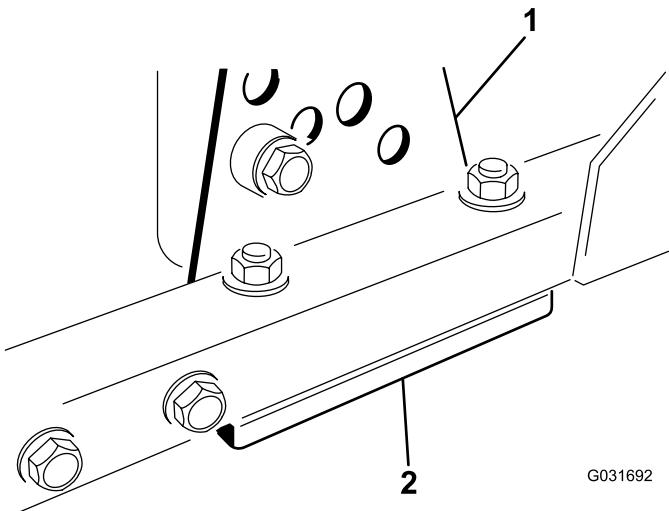

Рисунок 99
1. Снимите кронштейн высоты скашивания (передний, левый или правый) с рамы деки (Рисунок 99).
2. Установите регулировочные прокладки толщиной 1,5 мм и/или 0,7 мм между рамой деки и кронштейном, чтобы получить необходимую регулировку высоты (Рисунок 99).